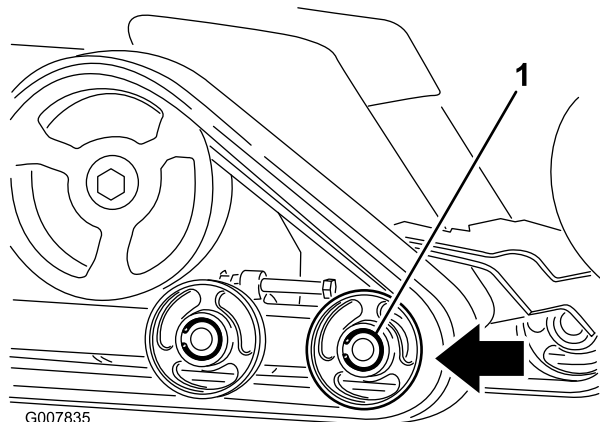

Рисунок 47
6. Отожмите передний опорный каток назад до упора (Рисунок 47).
8. Когда гусеница будет снята с опорного катка, уберите ее в сторону от машины (Рисунок 47).
9. Начиная с ведущего колеса, проложите вокруг него новую гусеницу, убедившись, что выступы на гусенице входят в зазоры между проставками на колесе (Рисунок 47).
10. Протолкните гусеницу под задний и средний опорные катки и между ними (Рисунок 47).